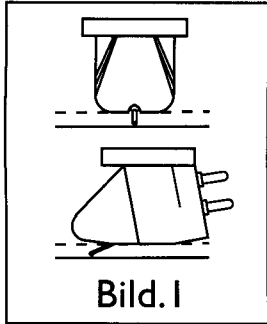

Bild.1
(1) Einbau. Entfernen Sie die Abtastnadel aus dem Tonabnehmer, damit sie beim Einbau nicht beschädigt wird (siehe Bild 3). Beachten Sie bitte, daß der Einbau vereinfacht wird, wenn Sie die gelieferten Schrauben gut, aber nicht zu fest an. Montieren Sie den Tonabnehmer so, daß er beim Betrachten von vorn und von der Seite parallel zur Schallplattenoberfläche verläuft (siehe Bild 1). Erleichtern Sie sich das Ausrichten, indem Sie einen Spiegel auf den Plattenteller legen und dann die Abtastnadel auf ihm ablesen. Nehmen Sie nun die notwendigen Regulierungen am Tonarm und am Tonarmkopf vor. Stellen Sie sicher, daß der Tonabnehmer parallel zur Schallplattenoberfläche verläuft und nicht geneigt ist.